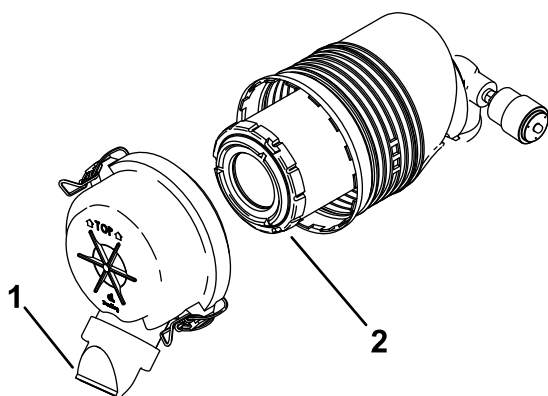

Figure 41
5. Reposez le couvercle du filtre à air, le capuchon protecteur orienté en bas comme indiqué à la Figure 41, et fermez les attaches.